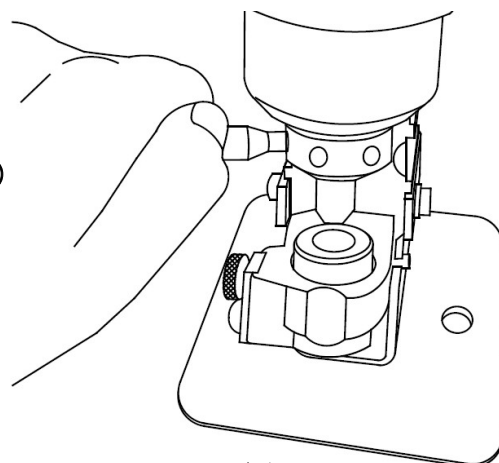

図 G-2
- 4) 作業前、連続での作業の途中にパンチキャップがゆるんでいないか付属の棒レンチで確認してください。ゆるんでいた場合は確実に締め直して下さい。(図 G-2 参照)
パンチキャップを付属の棒レンチ (φ6) で向って右より左方向 (左回り) へゆるめます。(図 G-2)
パンチキャップがゆるまない様に付属の棒レンチ (φ6) で確実に締めこみます。(図 G-2)